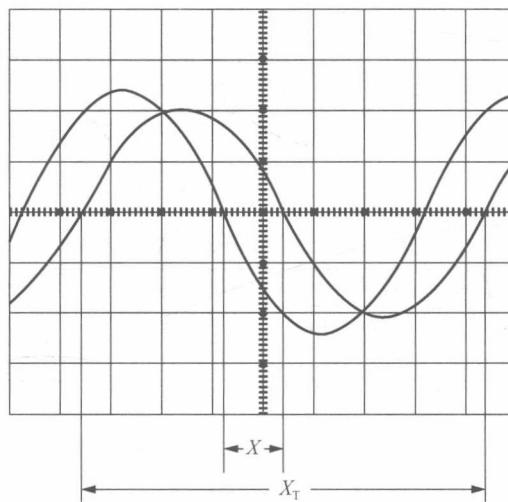

图 1.4 双踪示波器显示两相位不同的正弦波
② 把显示方式开关置“交替”挡位，将  $Y_A$  和  $Y_B$  输入耦合方式开关置于“上”挡位，调节  $Y_A$ 、 $Y_B$  的 ( $\uparrow\downarrow$ ) 移位旋钮，使两条扫描基线重合。
③ 将  $Y_A$ 、 $Y_B$  输入耦合方式开关置“AC”挡位，调节触发电平、“扫描速率”开关及  $Y_A$ 、 $Y_B$  灵敏度开关位置，使在荧光屏上显示出易于观察的两个相位不同的正弦波形  $U_i$  及  $U_R$ ，如图 1.4 所示。根据两波形在水平方向差距  $X$ ，及信号周期  $X_T$ ，可求得两波形相位差  $\theta$ ，即